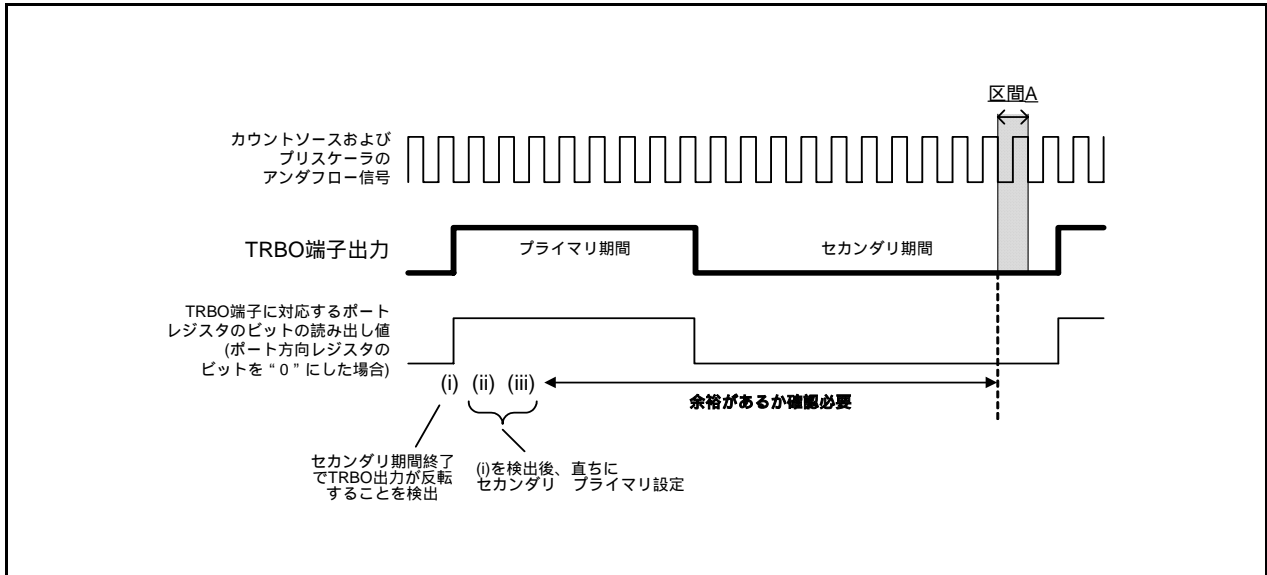

図 14.25 対策例 (b) の TRBO 端子出力値を読む例
- (1) カウント中(TCSTFビットが“1”)にTRBPRESレジスタ、TRBPRレジスタに書き込む場合は、下記の点に注意してください。
- (2) カウント中(TCSTFビットが“1”)にTRBSCレジスタ、TRBPRレジスタを変更する場合は、タイマRB割り込み等でTRBO出力周期に対して同期を取り、同一出力周期内で一度だけ行うようにしてください。また、図14.24および図14.25の区間Aで、TRBPRレジスタへの書き込みが発生しないことを確認してください。
図 14.25 に示すように TRBO 端子の出力レベルからプライマリ期間の開始を検出し、プライマリ期間の開始直後に、TRBSC レジスタ、TRBPR レジスタへ書いてください。書き込みは区間 A までは終了させてください。なお、TRBO 端子に対応するポート方向レジスタのビットを “0” (入力モード) に設定し、ポートレジスタのビットの値を読むと、読んだ値は TRBO 端子の出力値になります。